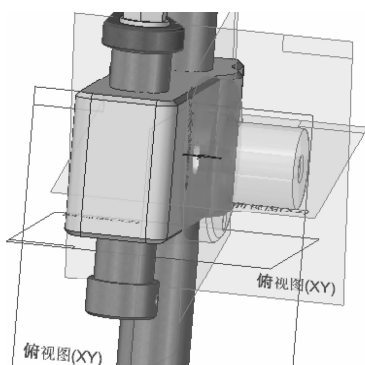

图 8-218 显示参考平面
(7) 在上方的【装配】命令条中【构造显示】中选择如图 8-217 所示的【显示参考平面】按钮。这时在图 8-218 中显示出零件的参考平面。